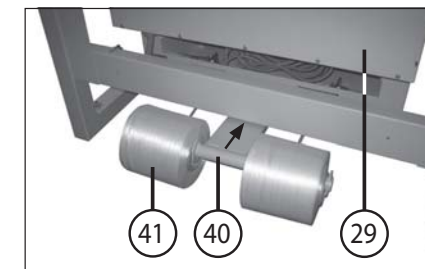

Fig. 4
- 29 = Cassetta di commutazione (fig. 4)
- 40 = Supporto rullo portanastro (fig. 4 e 17)
- 41 = Rullo portanastro (fig. 4 e 17)
6. Compensare le irregolarità del pavimento con l'aiuto delle viti di compensazione (20) (fig. 4).
### MONTAGGIO DEI RULLI PORTANASTRO (fig. 4):